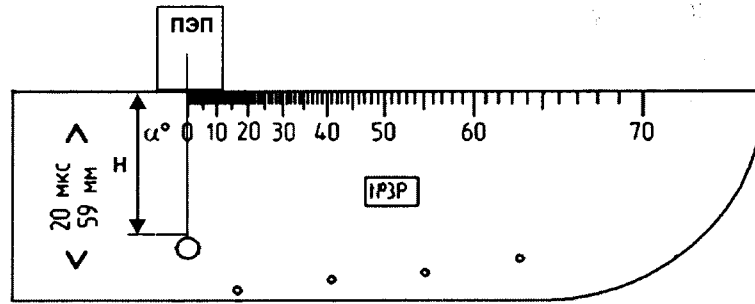

Рисунок 4. Определение абсолютной погрешности измерений глубины залегания дефектов при работе с прямыми ручными РС-ПЭП
8.6.24 Перемещая преобразователь по мере № 3Р получить максимум сигнала от отверстия диаметром 6 мм на глубине 44 мм (рисунок 4).